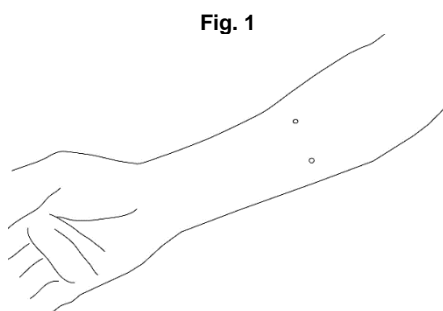

Fig. 1
1. Markeer cirkels voor de opening van de katheter in- en uitgang (Fig 1).
1. Lav mærker for kateterindgangs- og udgangshuller med cirkler (Fig. 1).